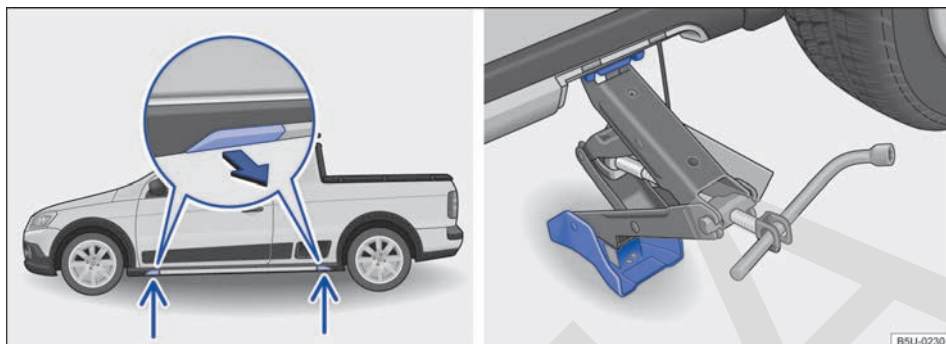

Fig. 171 Puntos de apoyo del gato y gato colocado en el lado izquierdo trasero del vehículo - vehículos con estribos exteriores.
El gato únicamente puede colocarse en los puntos de apoyo indicados (cubierta extraíble) ⇒ **fig. 171**. Es válido el punto de apoyo ubicado cerca de la rueda correspondiente ⇒ ▲.
7. Desencajar la cubierta de acceso al punto de apoyo del gato, en el sentido de la flecha ⇒ **fig. 171**.
9. Garantizar que la base del gato, con toda su superficie, esté sobre el piso y que la base se encuentre perpendicularmente por debajo del punto de colocación ⇒ **fig. 171**.
10. Alinear el gato y, simultáneamente, levantar la garra del gato hasta que se encaje en el travesaño debajo del vehículo ⇒ **fig. 171**.
- Posicionar el gato únicamente en los puntos indicados. La garra del gato debe encajarse en el perfil del larguero de forma segura ⇒ fig. 171.